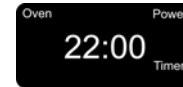

Fig. 7
- Presione el botón "Timer/Temp" y luego las flechas hacia arriba o hacia abajo para seleccionar el tiempo deseado de cocción. (Fig. 7)